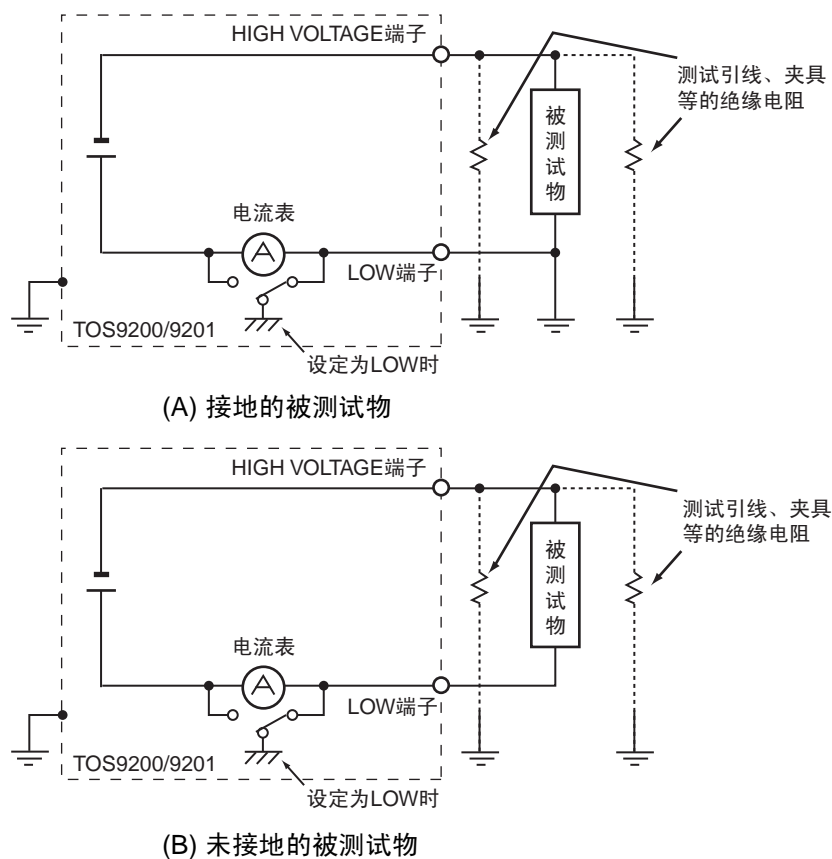

图 3-12 选择 LOW
如果选择 LOW，如图 3-12 (A)、(B) 所示，测定出的电流中包括测试引线、夹具等的绝缘电阻中流过的电流，无论被测试物是否接地，电流表都不会短路，可安全进行测试。因此，如果是通常用途，使用时请选择 LOW。